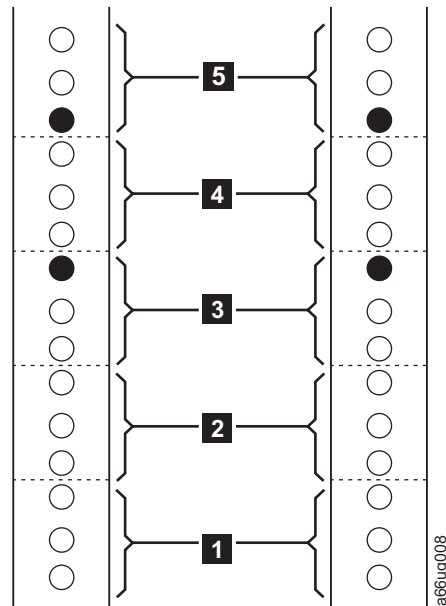
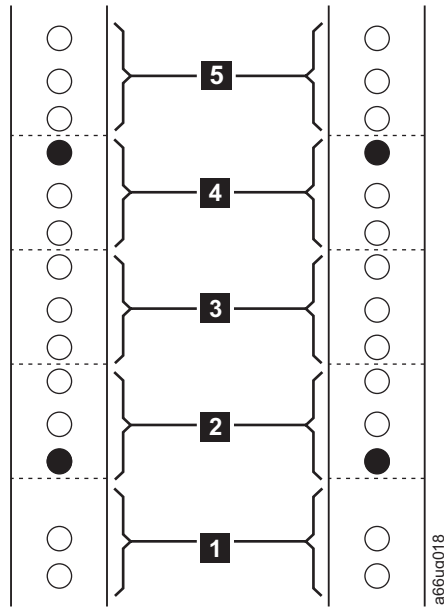

図 3-4. EIA の識別と、前面の垂直ラック・レールのレール・スタッド位置
図 3-5. EIA の識別と、背面の垂直ラック・レールのレール・スタッド位置
1. 鉛筆を使って、ラック内の各垂直レールで選択した 5 つの EIA の最初の EIA (3-7 ページの図 3-4 の **1** および 図 3-5 の **1**) の下にマークを付けます。レールのシェルフの最下部が、ラック内前面の垂直レールの最初の EIA の一番下の穴の位置と合っていないければなりません。
2. レール・スタッドは、ラック・マウント・キットに含まれる各レールの表と裏にあります。レール・スタッドは、3-7 ページの図 3-4 および図 3-5 の黒く塗りつぶされた丸で示された位置に配置されます。
- 3 番目の EIA (3-7 ページの図 3-4 の **3**) の一番上の穴。
- 5 番目の EIA (3-7 ページの図 3-4 の **5**) の一番下の穴。
- 2 番目の EIA (図 3-5 の **2**) の一番下の穴。
- 4 番目の EIA (図 3-5 の **4**) の一番上の穴。
- 最初の EIA の一番上の穴 (3-7 ページの図 3-4 を参照)
- 垂直ラック・レールの 3 番目の EIA の一番下の穴 (3-7 ページの図 3-4 を参照)